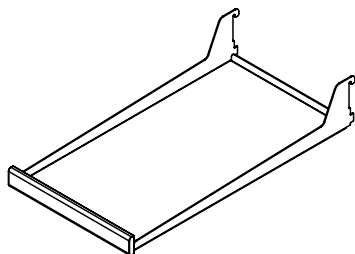

Figura 36
(1) estante en voladizo con vidrio plano, medio ancho (vea la Figura 36).